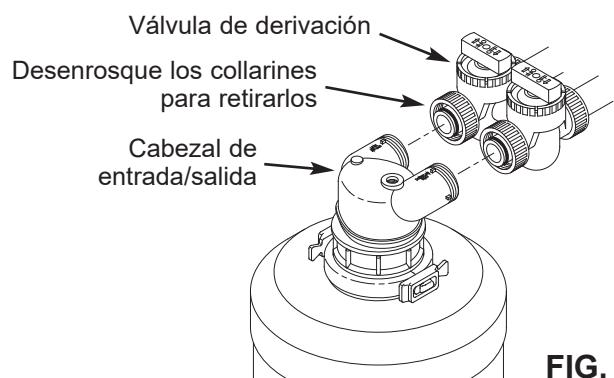

FIG. 8
- Afloje lentamente los collarines de instalación entre la válvula de derivación y el cabezal de entrada/salida (vea la Fig. 8), permitiendo que se libere la presión del sistema.